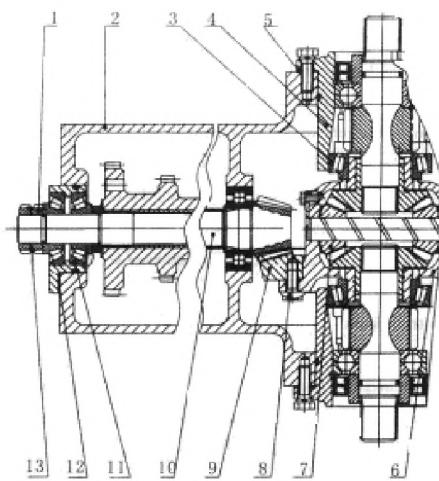

Рисунок 4-7. Центральная ось.
Центральный привод - это парная спиральная конусная шестерня (рисунок 4-7). Конусная шестерня (10) и выходной вал коробки передач являются одной частью. Ведомая спиральная конусная шестерня (9) зафиксирована на корпусе дифференциала (6) болтами и заблокирована стопорной планкой (8). Функцией дифференциала является не только снижение или увеличение вращающего момента, но также изменение направление движения мощности.
Чтобы уменьшить движение оси спиральной конусной шестереночной пары во время эксплуатации и увеличить их устойчивость, два конических подшипника 32011 (3) на двух концах дифференциала, два конических подшипника 31305 (11) (рисунок 4-7 б-коробка передач) на выходном вале (это конический вал-шестерня центрального привода) (10) и два угловых подшипника (30) должны быть плотно затянуты при установке. После периода работы, сила натяжения будет снижаться в следствие трения, а зазор между двумя подшипниками будет увеличиваться. Когда зазор более 0,1 мм., подшипники следует подтянуть.
Уменьшите регулировочные шайбы (12) ( рис. 4-7 ) и передвиньте назад спиральную коническую шестерню. Если зазор мал, передвиньте коронную шестерню влево.
Увеличьте регулировочные шайбы (12) ( рис. 4-7 ) и передвиньте спиральную коническую шестернию вперёд. Если зазор велик, передвиньте коронную шестернию вправо.
Увеличьте регулировочные шайбы (5) ( рис. 4-7 ) на правой стороне коронной шестерни и уменьшите соответствующее число регулировочных шайб на левой стороне коронной шестерни, что бы передвинуть коронную шестернию вправо. Если зазор мал, передвиньте коническую шестернию вперёд.
Увеличьте количество регулировочных шайб (5) ( рисунок 4-7 ) на левой стороне коронной шестерни и уменьшите соответствующее